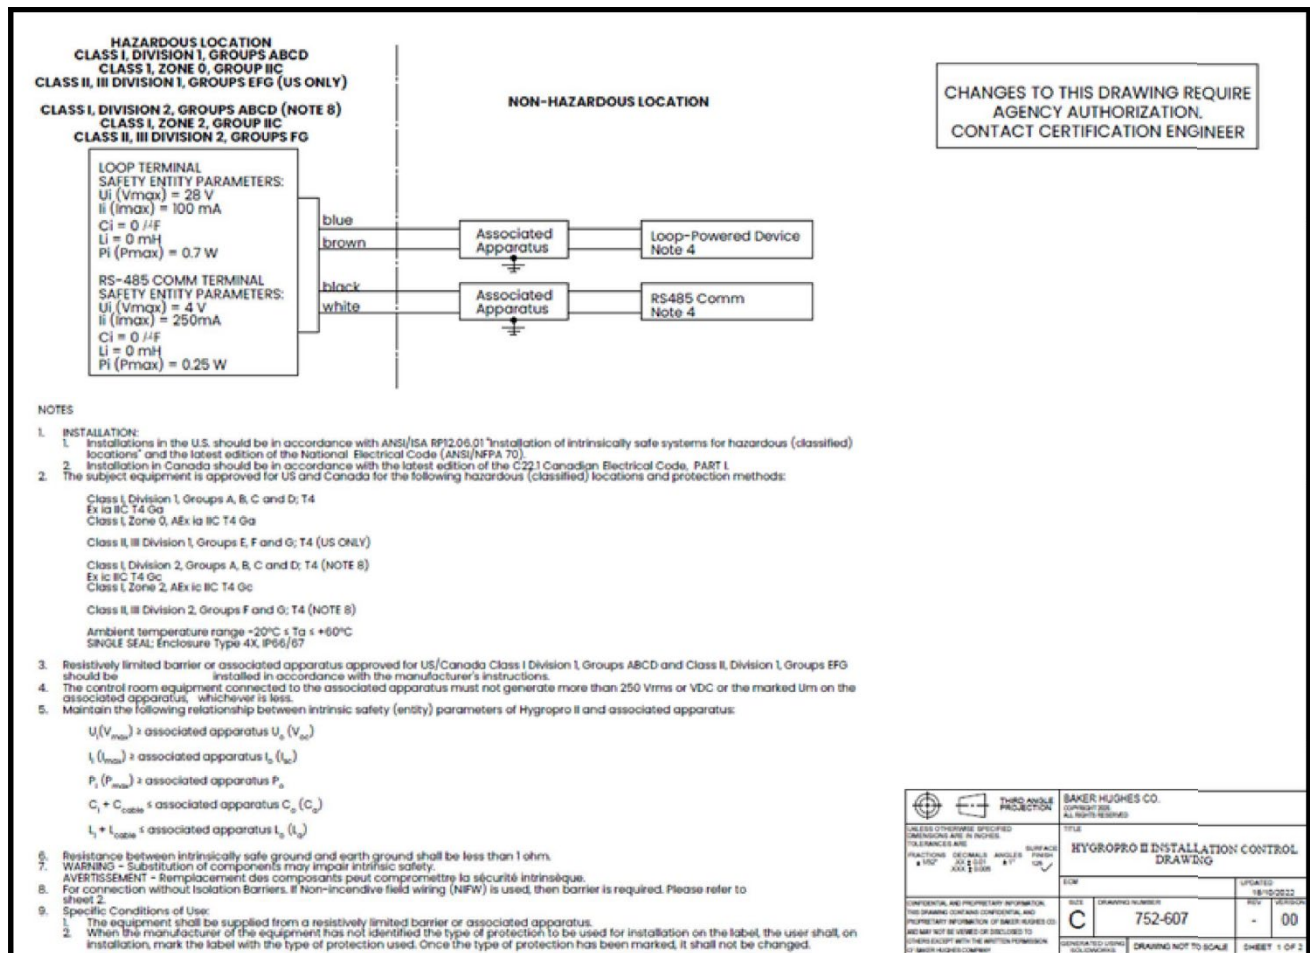
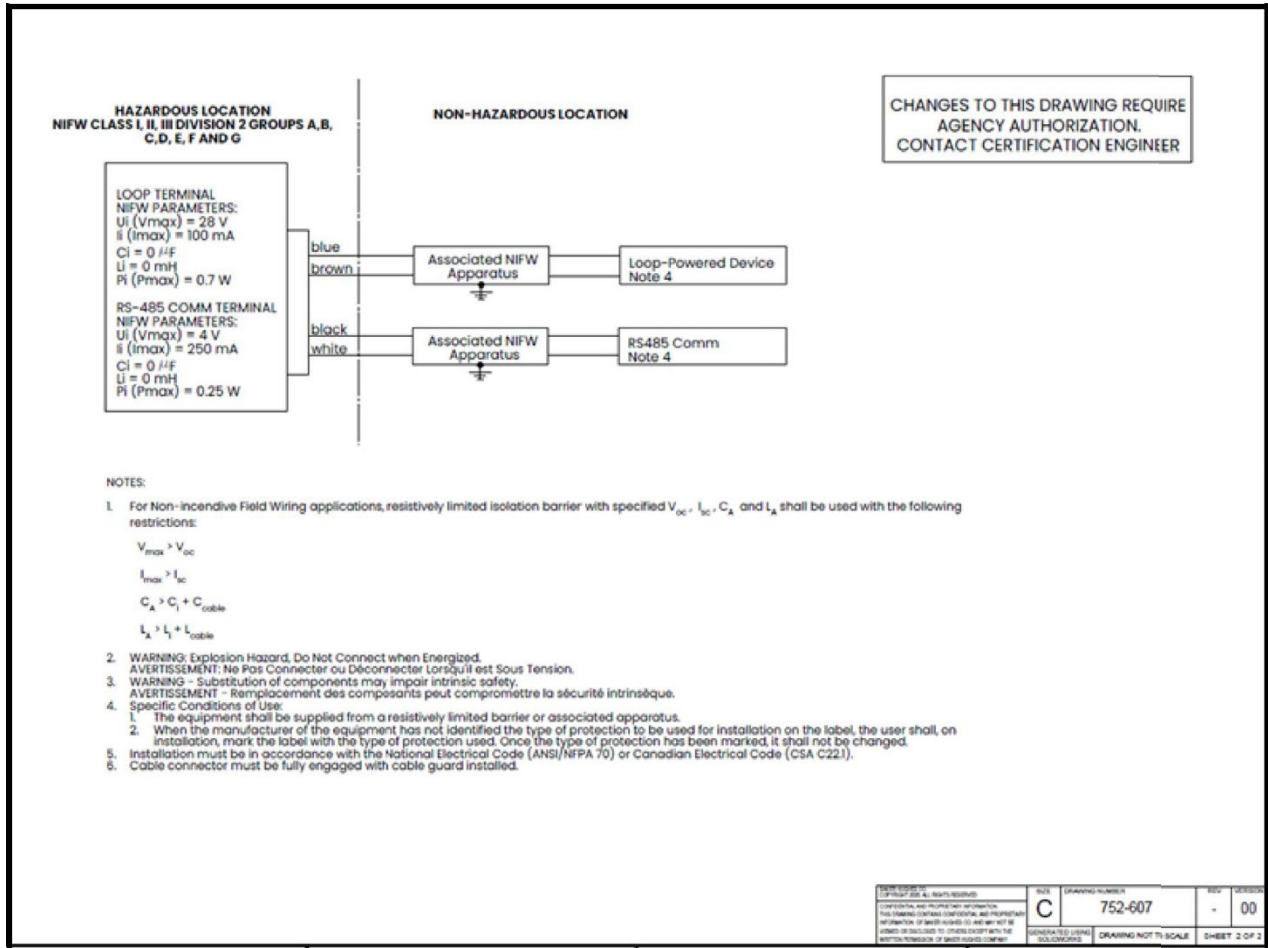

figure 10: Schéma de contrôle de l'installation HygroPro II pour les emplacements de la Division 1 et de la Division 2 (se référer à 752-607)
figure 11 : Dessin de contrôle d' Installation de l'HygroPro II pour le câblage de terrain non-incendif dans les zones de la Division 2 (voir 752-607)
- Le schéma FM (voir la figure 10 ci-dessous)
Pour le câblage de l'HygroPro II dans les zones dangereuses (classées), connectez l'extrémité du fil volant du câble IS fourni avec le transmetteur comme indiqué dans les schémas de contrôle d'installation de la Figure 10 et de la Figure 11, selon l'une des conditions suivantes :
- **Avec une barrière Zener/un isolateur galvanique de valeur nominale appropriée** : Requis pour une utilisation dans les zones dangereuses de Classe I, Zone 0 et Classe I/II/III Division 1 (Figure 10).
- **Câblage de terrain non incendiaire et barrières Zener** : Pour une utilisation dans les zones dangereuses de Classe I/II/III, Division 2 uniquement (Figure 11).